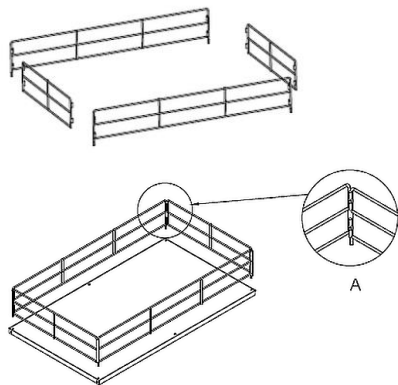

Abb. 1
1. Setzen Sie zuerst die Reling für die obere Stellfläche zusammen. Der Reling mittels der Riegel (Abb. 1, A).